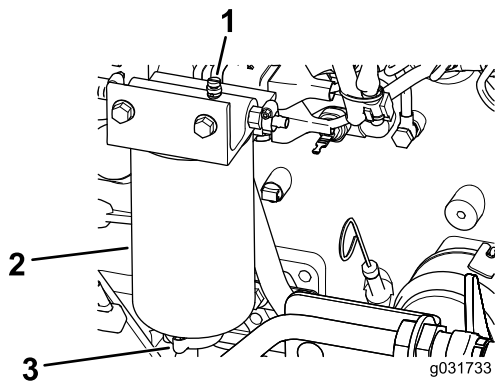

Bild 105
2. Lösen Sie das Ablassventil an der Unterseite des Filters (Bild 105).
2. Lösen Sie die Entlüftungsschraube und das Ablassventil, um etwas Kraftstoff abzulassen (Bild 105).